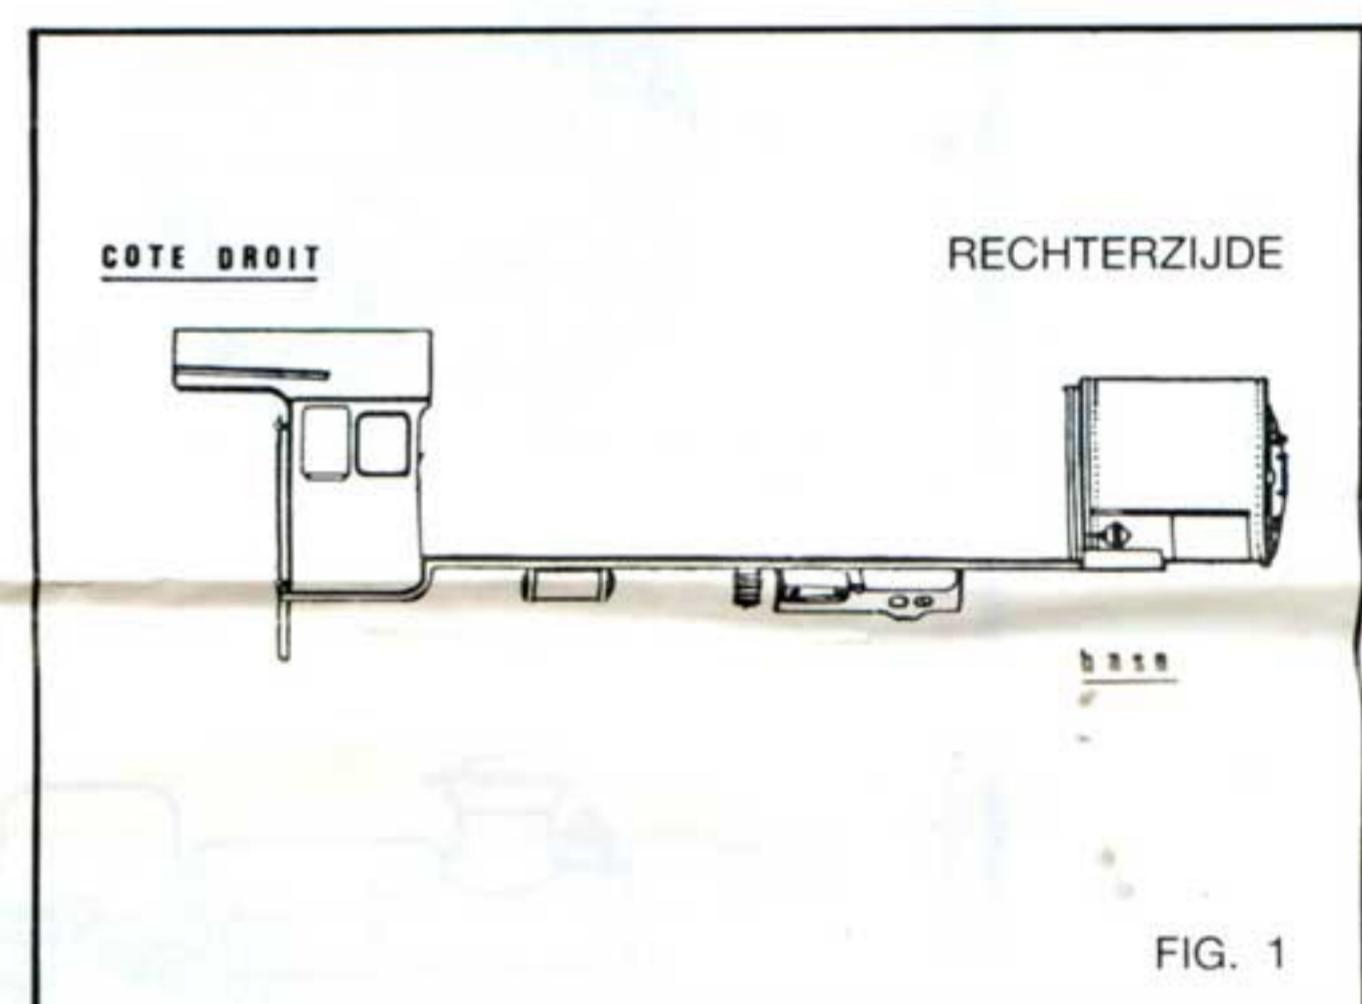

FIG. 1
3. De in de plastic-injektie gevormde leidingen en handgrepen, en het wiel van de rookkamer dienen weggeschuurd. Er blijft dan slechts op dat ogenblik **en vormloze karkas over zoals afgebeeld in fig. 1.**
3. Les conduites, mains courantes et volant de la boîte à fumée, coulées dans le plastique, sont à raser. Il reste à ce moment une carcasse informe, illustrée en fig. 1